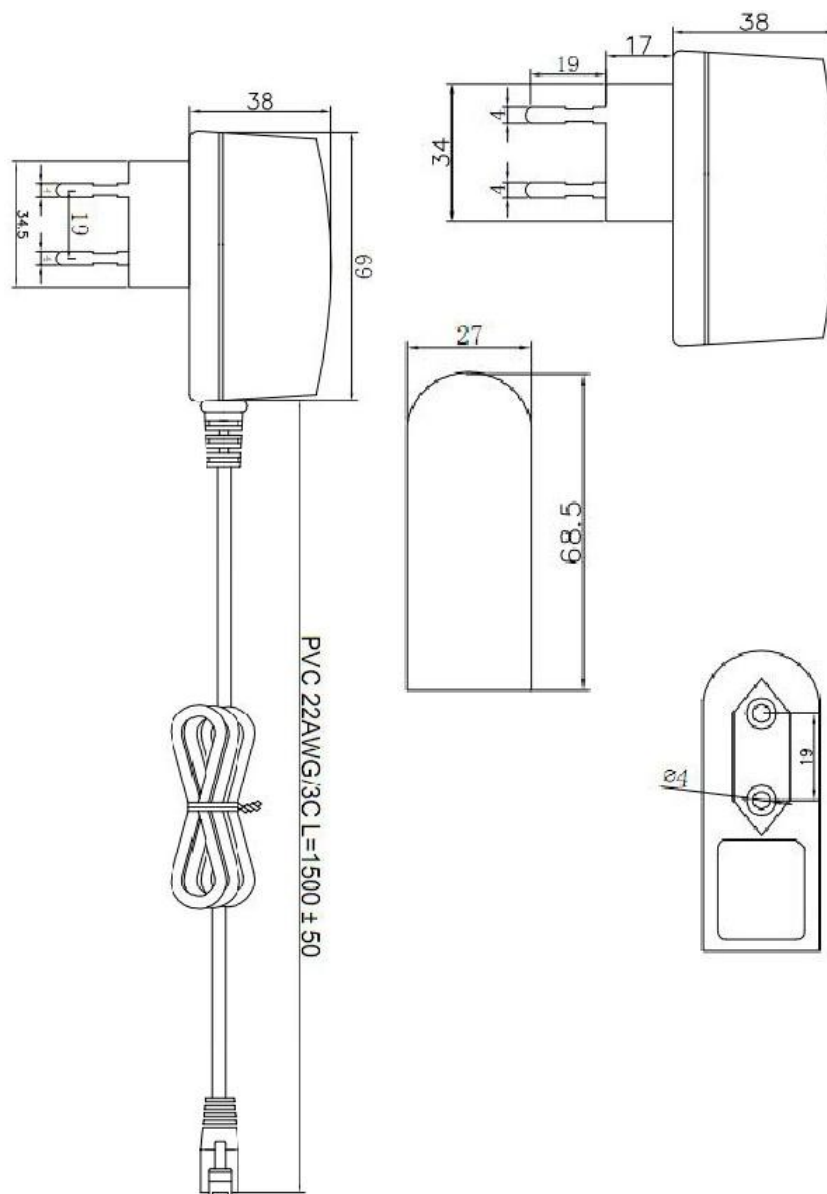

Рис. 1 Габаритный чертёж блока питания
7.1 Размеры корпуса блока питания: 69 x 27 x 38 мм (длина/ширина/высота). Габаритный чертёж приведён ниже на рис. 1.